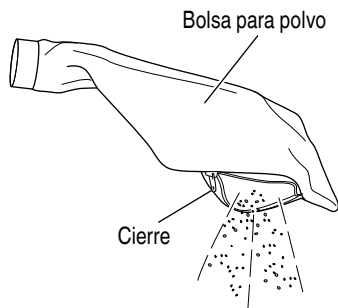

Fig. 19
1. Vaciar y limpiar la bolsa colectora de polvo (Fig. 19)